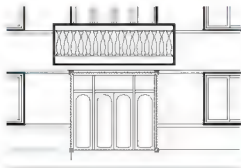

图 4.64 定义相对坐标基点
(1) 定义相对坐标基点：在命令行无命令的状态下，单击首层门洞口矩形，并单击其左下角点使其变红（图4.64），然后按两下Esc键取消夹点。
(2) 立面台阶的尺寸：踏高为150mm，踏宽为300mm，平台的长度为4200mm。
(3) 绘制台阶轮廓：单击【绘图】工具栏上的【多段线】图标或在命令行输入“PL”并按Enter键，启动绘制多段线命令。
① 在指定起点:提示下，输入“@ 1500, 600”后按Enter键，指定直线起点为距